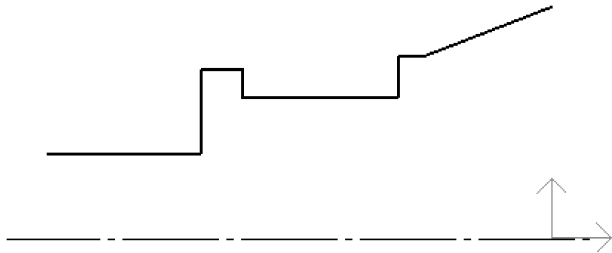

图 8-38 绘制内轮廓
7) 单击鼠标右键确定, 生成如图 8-38 所示的内轮廓图形。